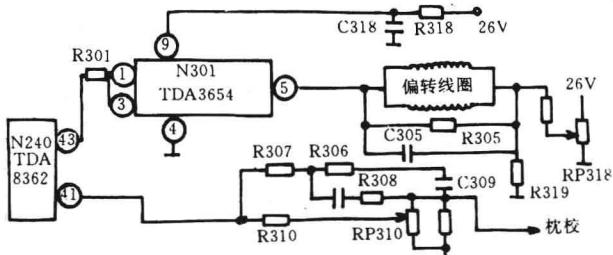

图 5 长虹 IC2591 型彩电场输出电路
场输出电路由 N301 (TDA3654) 组成(如图 5)。小信号处理电路 N240 ④脚输出的场频锯齿波信号经 R301 送到 N301 ①、③脚进行放大，然后分别将